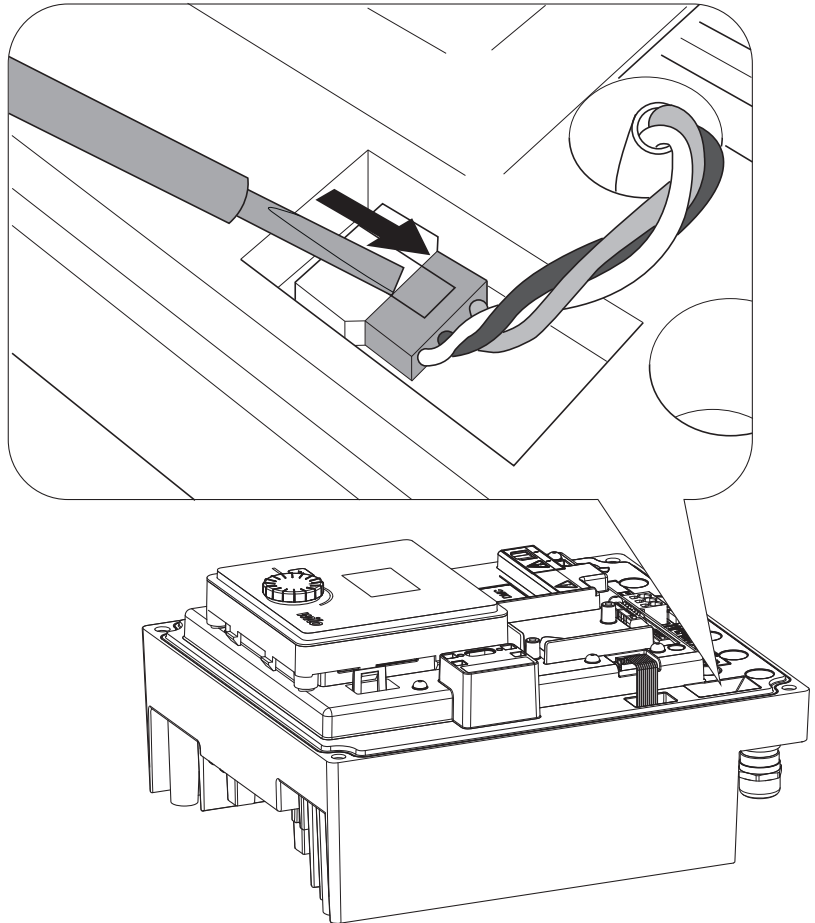

Fig. 46: Ξεσφίξτε το καλώδιο σύνδεσης του ανεμιστήρα στοιχείου
- Τραβήξτε το καλώδιο σύνδεσης του ανεμιστήρα στοιχείου. (Fig. 46).